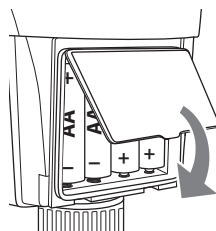

Fig. 3
- ♦ Sæt batterirummets låg **10** på batterirummet. Sørg for, at tætningsringen sidder fast (se fig. 3).